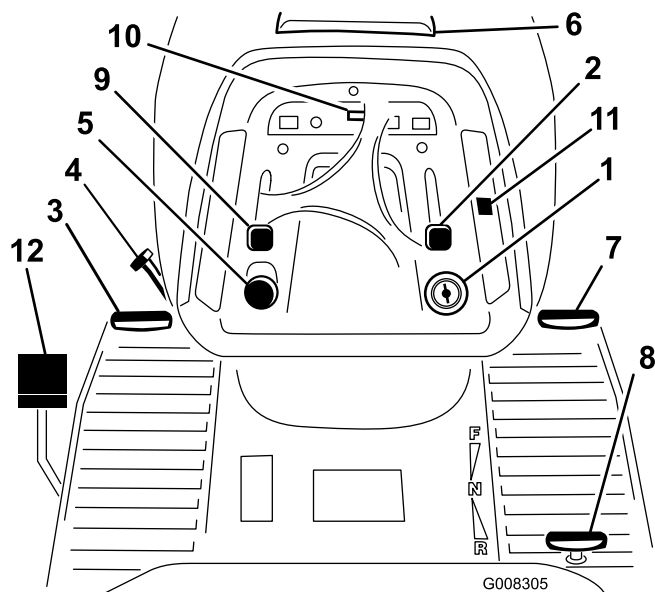

Figure 3
Avant de mettre le moteur en marche et d'utiliser la machine, familiarisez vous avec toutes les commandes (Figure 3).
1. Appuyez sur la pédale de frein (Figure 3) et maintenez-la enfoncée.
2. Tournez le levier de frein de stationnement (Figure 3) dans le sens anti horaire et relâchez progressivement la pédale de frein.
1. Enfoncez la pédale de frein (Figure 3).
2. Poussez la commande du régulateur de vitesse en position activé (Figure 3).
Le compteur horaire se trouve sur le tableau de bord (Figure 3) et indique le nombre total d'heures de fonctionnement de la machine.